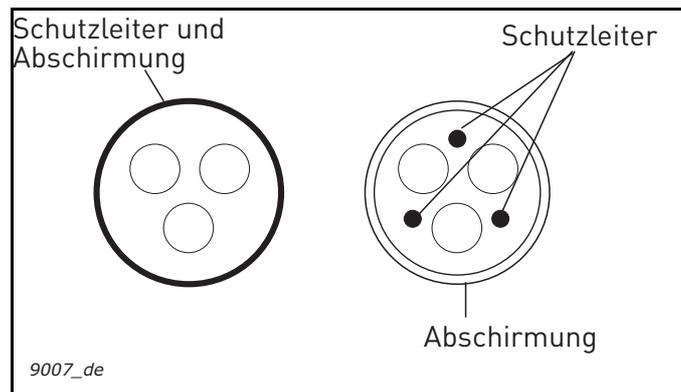

Abbildung 13.
- 2 = Symmetrisches Stromkabel mit konzentrischem Schutzleiter für spezifische Netzspannung. (MCMK o. Ä. empfohlen). Siehe Abbildung 13.
- 3 = Symmetrisches Stromkabel mit kompakter niederohmiger Abschirmung für spezifische Netzspannung. [MCCMK, EMCCK o.Ä. empfohlen; empfohlene Übertragungsimpedanz der Kabel (1 Mhz bis 30 MHz) max. 100 mOhm/m]. Siehe Abbildung 13.